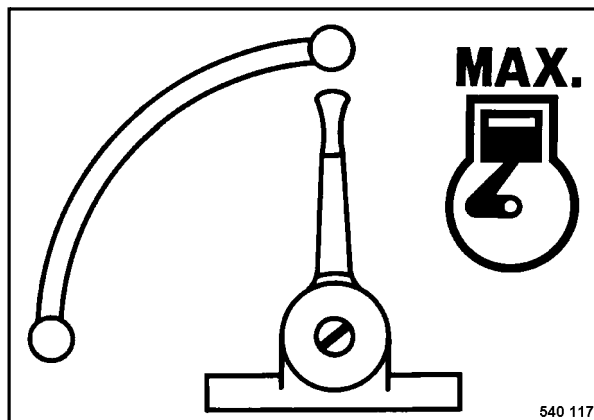

Fig. 3
- Colocar la palanca reguladora del número de revoluciones (Fig. 3) en MAX.